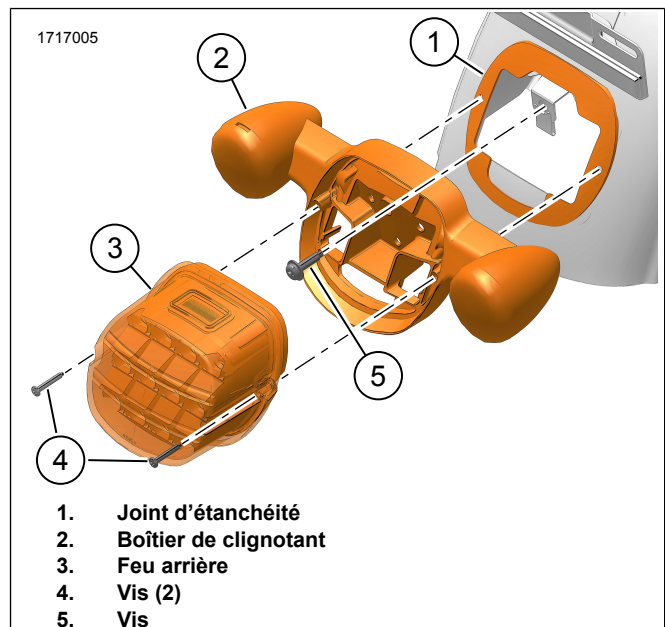

Figure 6. Assemblage du feu arrière
- c. Acheminez le câble (3) comme indiqué par l'ouverture du support.
- d. Installez les nouvelles sangles de câble (2).
2. Voir la Figure 6. Acheminer les fils des clignotants à travers le joint (1).
4. Installez le boîtier du clignotant (2) et le joint (1) sur le garde-boue arrière.
5. Installez la vis (5). Serrer.
7. Voir la Figure 6. Installer le feu arrière.
- a. Installez le feu arrière (3) sur le boîtier du clignotant (2).
- b. Installer les vis (4). Serrer.